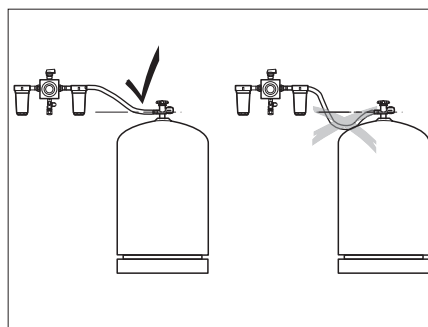

Bild 65 Verlegen der Gasschläuche
- ▶ Beim Verlegen der Gasschläuche darauf achten, dass die Schläuche stetig steigen (Bild 65)!